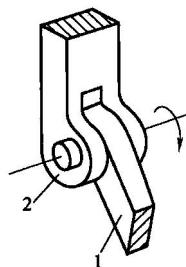

图 1-3 转动副
① 转动副 若组成运动副的两构件只能在一个平面内相对转动，这种运动副称为转动副或称铰链，如图 1-3 所示。